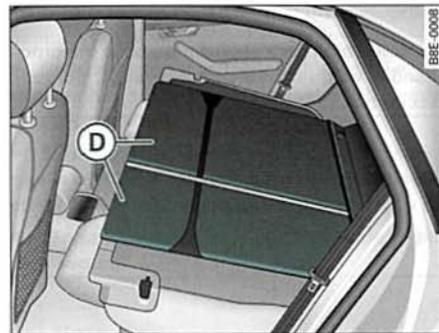

Fig. 101 Cubierta de protección para el respaldo abatido
- Coloque la cubierta sobre el respaldo abatido (D) ⇒ fig. 101.